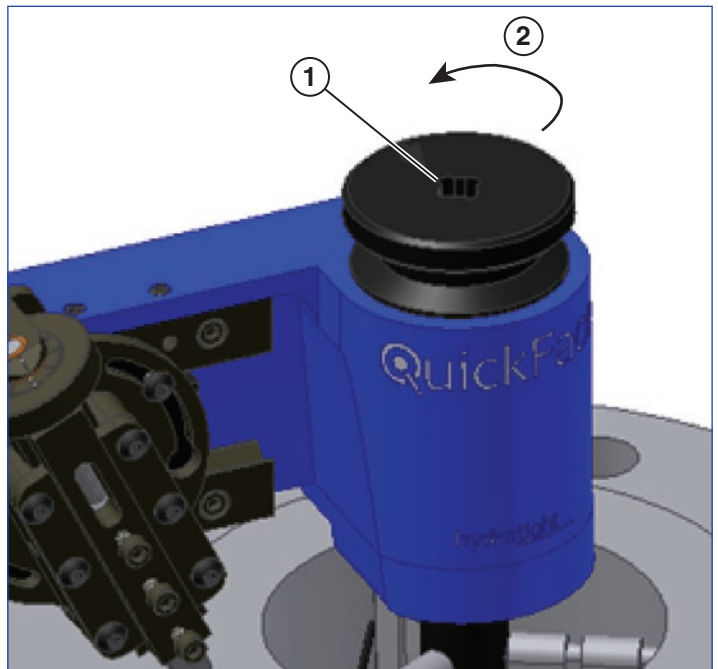

Figure 15
11. Si la surface est conforme aux résultats escomptés, enlever la machine en tournant la poignée de blocage du mandrin dans le sens anti-horaire (*voir figure 15*). Si la surface doit être à nouveau coupée, répéter les étapes 4 à 11 jusqu'à obtenir le résultat prévu.